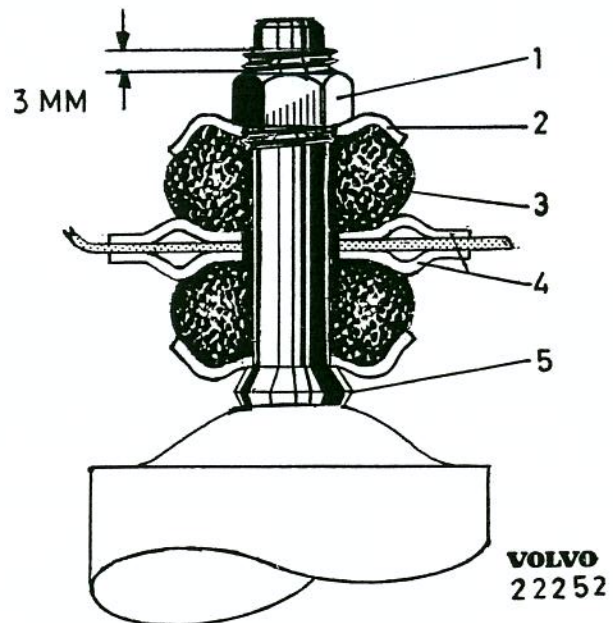
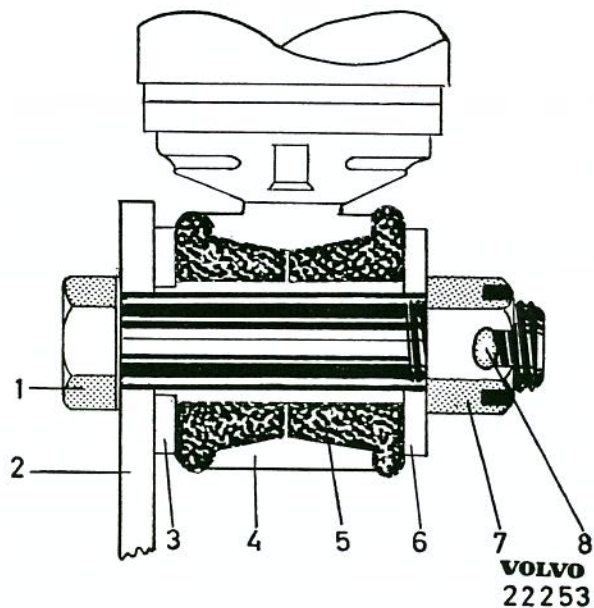
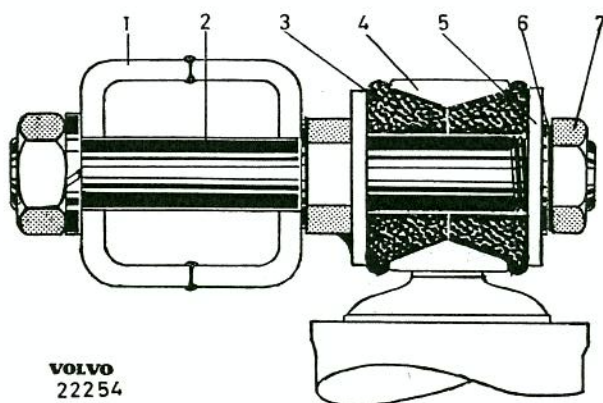

Bild 11. Övre, bakre stötdämparfäste.
Bild 12. Nedre, bakre stötdämparfäste (sen. utf.).
Bild 13. Övre, främre stötdämparfäste
Främre stötdämparen kan lossas sedan muttern (7, bild 13 och 14) och brickorna (5 och 6) demonterats. Vid demontering av bakre stötdämparen skruvas först muttern (1, bild 11) av och brickan (2) och bussningen (3) demonteras. Därefter kan stötdämparen lossas sedan saxpinnen (8, bild 12) och muttern (7) demonterats.
Monteringen sker i omvänd ordningsföljd mot demonteringen. Stötdämparfästena hopsättes som framgår av bild 11—14.